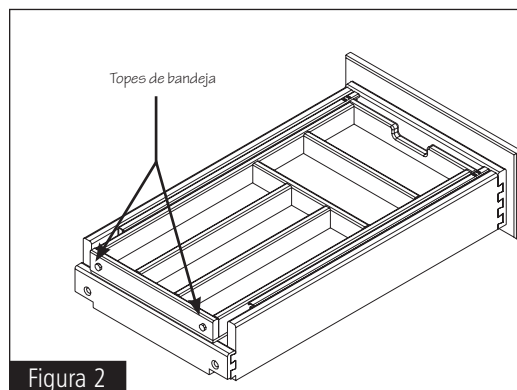

Figura 2
3 Una dos (2) topes de bandeja a la parte posterior de la bandeja deslizante (consulte la figura 2).